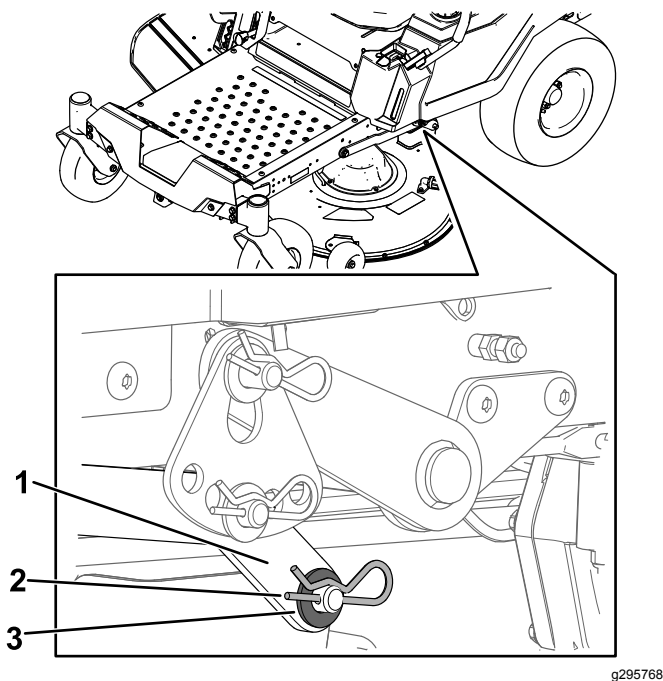

Figura 70
7. Num lado da máquina, remova a anilha e o perno de gancho do pino da plataforma (Figura 70).
8. Remova o braço de elevação do pino da plataforma (Figura 70).
5. Num lado da máquina, eleve a traseira da plataforma do cortador e eleve o braço de elevação para o pino da plataforma (Figura 70).
6. Instale o braço de elevação utilizando a anilha e o perno de gancho (Figura 70).